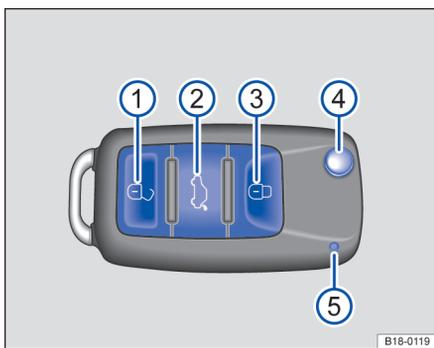

图 41 遥控钥匙
按压遥控钥匙上的按钮④⇒图 41 可以将钥匙头打开。
按压遥控钥匙上的按钮②①⇒图 41 即可将车门、行李厢盖和油箱盖板解锁。